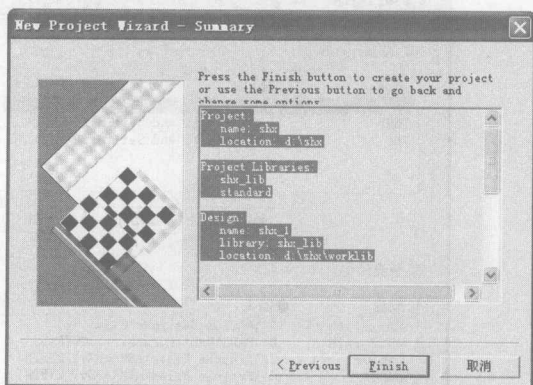

图 1-7 “Summary” 对话框
(8) 在 Design 栏输入设计名称 shx_1。单击  按钮，弹出“New Project Wizard-Summary”对话框，如图 1-7 所示。
(9) 新工程创建成功